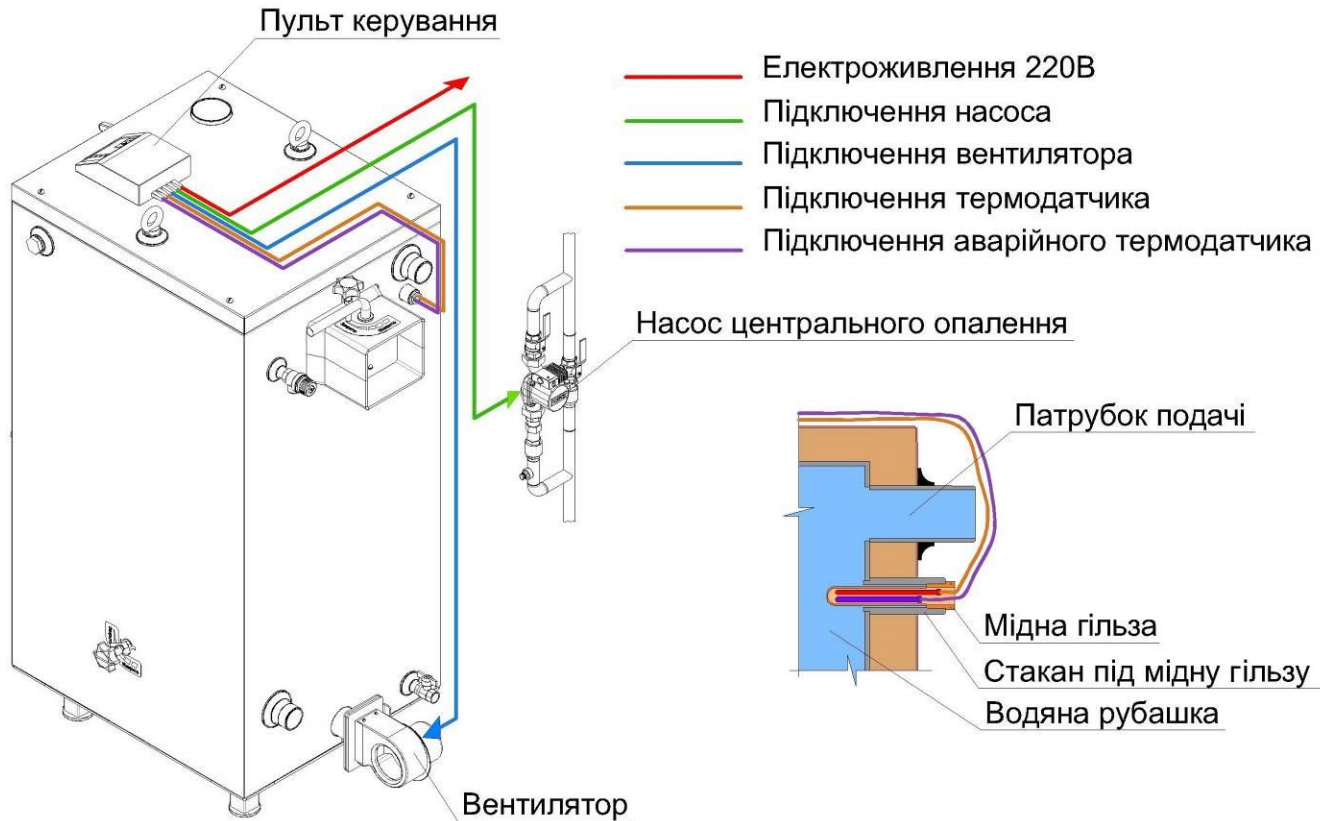
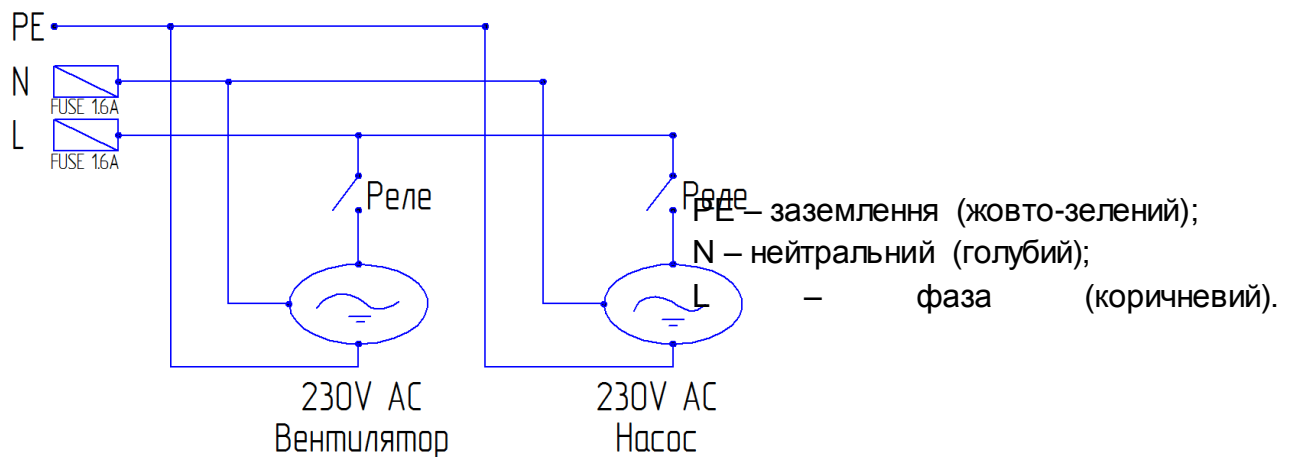

Рис. 10 Підключення пульта керування до котлів «Ретра-5М PLUS» та «Ретра-5М КОМФОРТ» в ручному (резервному) режимі
Рис. 11 Схема підключення кабелів до пульта керування
6.3.6.1 Котли моделі «Петра-5М PLUS» та «Петра-5М KOMFORT» в ручному (резервному) режимі працюють з вентилятором та пультом керування. Схеми підключення пульта керування та монтаж вентилятора показані на Рис. 10, Рис. 11 та Рис.12 відповідно.
6.3.6.2 Пульт керування (Рис.10) призначений для керування роботою котла центрального опалення, який обладнаний вентилятором і насосом циркуляції води в системі опалення. Він в автоматичному режимі підтримує задану температуру за допомогою вентилятора.